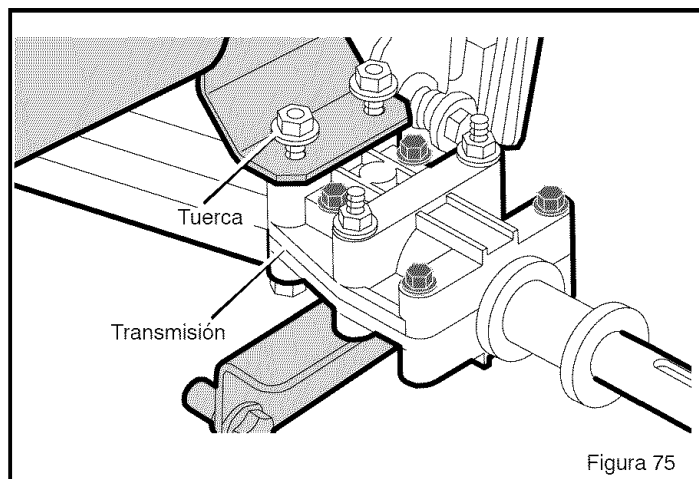

Figura 75
6. Afloje las **tuercas** de cada lado de la **transmisión** (Figura 75). No saque las **tuercas**. Aflojelas hasta que las **tuercas** queden en la parte de arriba de los **pernos**.